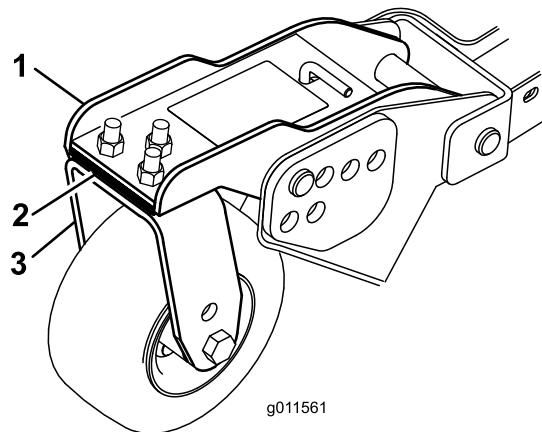

Figura 75
1. Retire los tornillos de caperuza y las tuercas que fijan el brazo de las ruedas giratorias a la horquilla de la rueda (Figura 75).